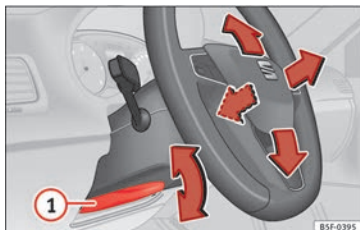

Fig. 19 Alavanca na parte inferior do lado esquerdo da coluna de direção
• Ajustar a posição do volante: pressione a alavanca » » » **Fig. 19** ① para baixo, mova o vo-